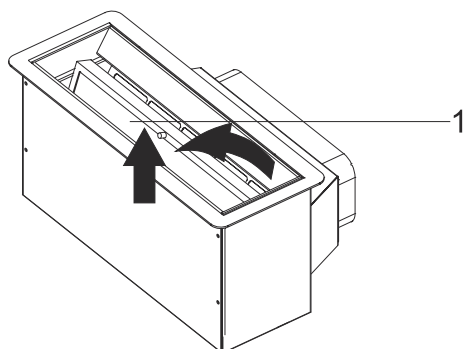

Fig. 7: Afmontering af fedtfilter
3. ➤ Træk fedtfilteret op og tag det ud (Fig. 7).